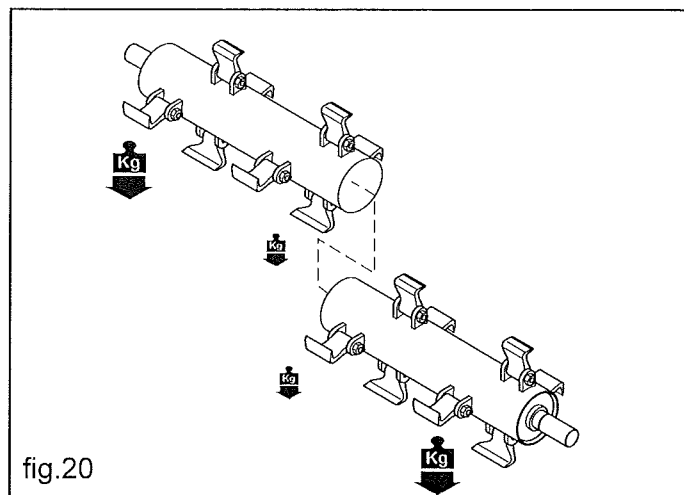

fig.20
- **Placera de tyngre paren på rotorns två slutändar, de lättare paren i centrum (fig.20).**